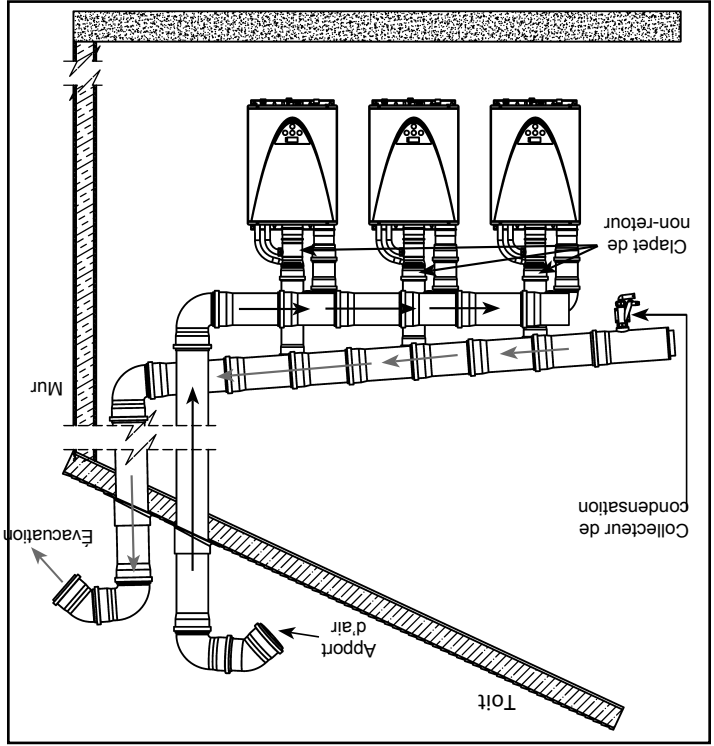

Figure 4. Installation typique, ventilation commune à travers le toit
- La terminaison à travers le toit des conduits d'évacuation et d'approvisionnement d'air doit se composer d'un coude à 90° suivi d'un coude à 45°, comme illustré dans Figure 4 à Figure 11. Il est possible d'utiliser deux coudes à 90° successifs. Installez une grille anti-vermine (quadrille minimum de 3/4 po (19 mm)) dans chacune des terminaisons afin de bloquer l'entrée de tout corps étranger.